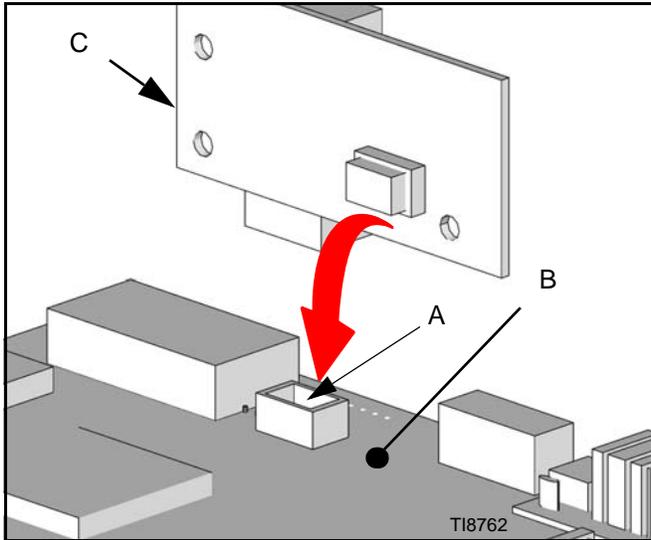

FIG. 41
4. Localice el conector de expansión de 10 patillas J9 (A) en la parte inferior derecha del conjunto de la pantalla de visualización EasyKey 249480 (B). Vea FIG. 41.